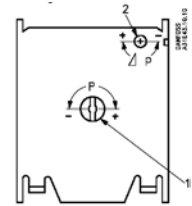

Рис. 1
1. по номограмме (рис. 1) определяем необходимое количество поворотов установочного винта конечного давления – оно будет равно 12;